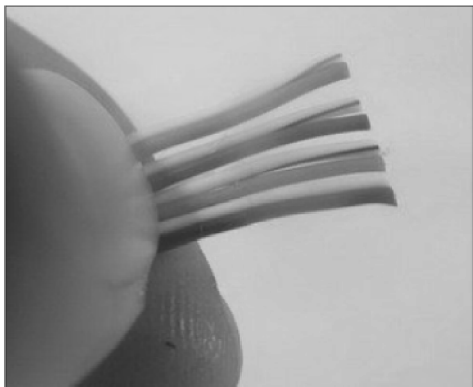

图 4-72 按线芯颜色顺序排列
4) 采用 T568A 的线序标准进行连接。将双绞线的 4 对线芯按照白橙、橙、白绿、蓝、白蓝、绿、白棕、棕的颜色顺序排列,如图 4-72 所示,并将每根线芯拉直排列整齐。